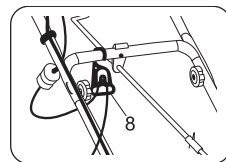

рис. 8
Закрепите шнур удлинителя в скобе (8). Подключите шнур питания снегоуборочной машины к удлинителю (см. рис. 8).